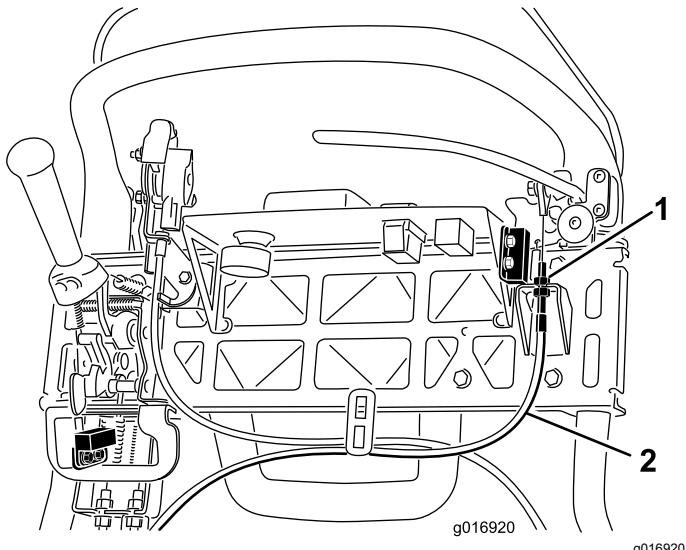

Bild 43
3. Lösen Sie zum Erhöhen der Bremszugsspannung die obere Kabelklemmmutter und ziehen die untere (**Bild 43**) an, bis eine Kraft von 156 N zum Lösen des Feststellbremsriegels auf den Bremshebel aufgebracht werden muss.